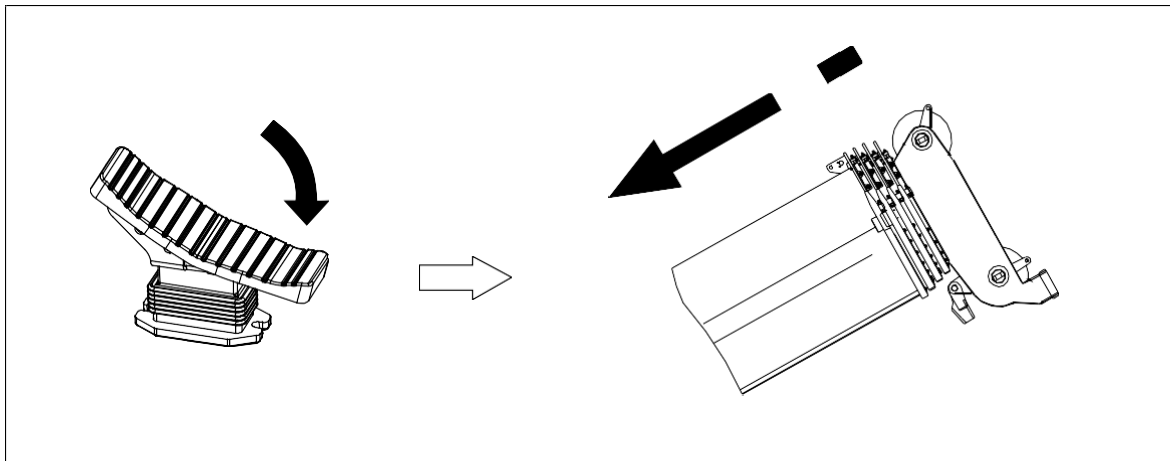

Figura 7-14 Seções Telescópicas - Recolher
- A. Incline o pedal para trás para recolher as seções telescópicas 1, 2 e 3. Consulte a figura 7-14.